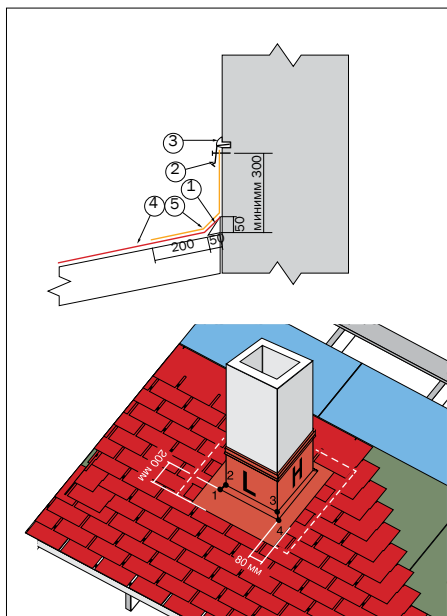

Рис. 22
В местах стыков ската кровли со стенами (рис. 22) набивается треугольная рейка (1), на которую заводится рядовая черепица (4). В качестве треугольной рейки может быть использован деревянный брус 50x50 мм, распущенный по диагонали, либо обычный деревянный плинтус (1). Если поверхность вертикальной стены кирпичная, то ее необходимо предварительно оштукатурить и праймировать. Поверх рядовой черепицы монтируются полосы ендового ковра ТехноНИКОЛЬ (5) шириной не менее 500 мм с проклейкой битумной мастикой ТехноНИКОЛЬ (мастика наносится на всю тыльную поверхность выкройки ендового ковра). На стену полоса заводится не менее чем на 300 мм, а в климатических зонах с повышенными снеговыми нагрузками эта величина может быть увеличена. Верхняя часть примыкания заводится в штрабу и закрывает-